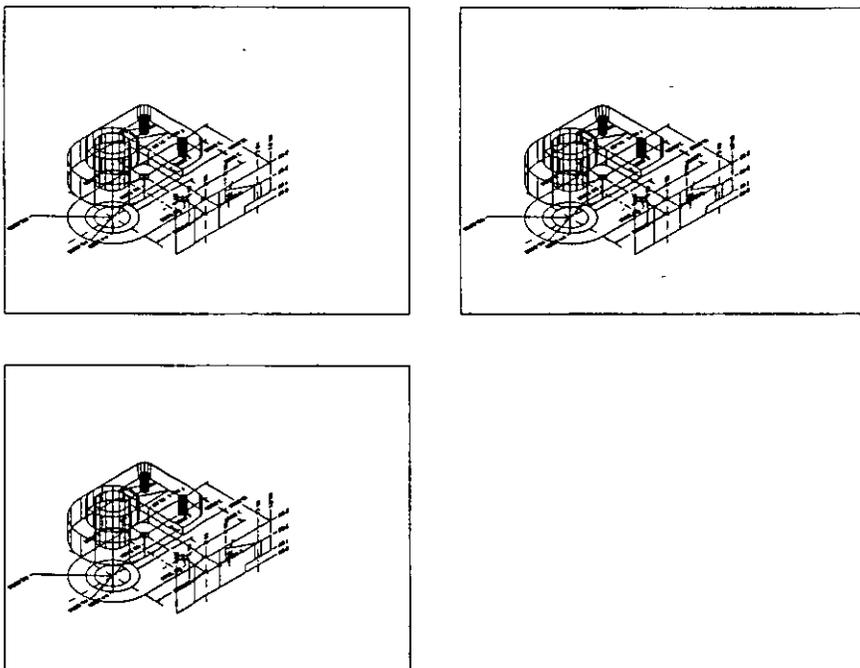

Figura 6-36. Dibujo con tres ventanas
- Ahora use ZOOM para mostrar todo el dibujo. Debe ser parecido a la Figura 6-36.